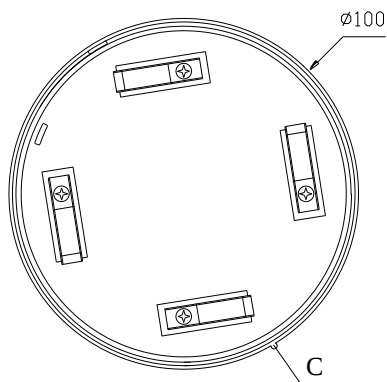
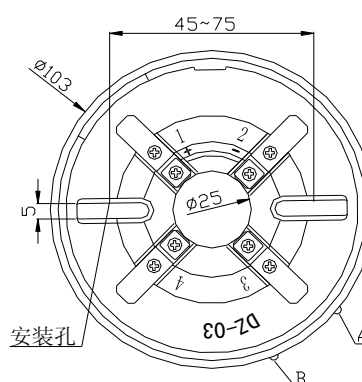

图 3 探测器的底部示意图
图 4 定位底座示意图
2. 探测器的底部及定位底座示意图如图 3 和图 4 所示。定位底座上有四个带数字标识的接线端子，“1”接编址接口模块输出端的正极，“2”作为输出连接下一只探测器的电源正极（即“1”号端子）。“3”与下一只探测器的电源负极（即“3”号端子）连到一起，并接在编址接口模块输出端的负极上。“4”不接线，用来辅助固定探测器。探测器与定位底座上有定位凸棱，使探测器具有唯一的安装位置。定位底座 A、B 处有两个凸棱，探测器底部侧面 C 处有一个凸棱。